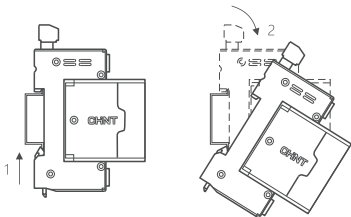

图5 拆卸示意
5.1 安装使用前先检查电涌保护器标志与所使用的工作条件是否相符；电涌保护器状态指示，如下图5。
## 5.3 拆卸如下图5